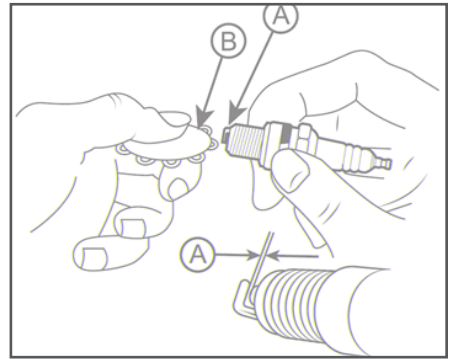

Рис. 21 Обслуживание свечи зажигания
4. Измерьте зазор А между электродами свечи зажигания специальным щупом В. Зазор должен быть 0,7-0,8 мм (Рис. 21). При увеличении или уменьшении требуемого зазора, рекомендуется